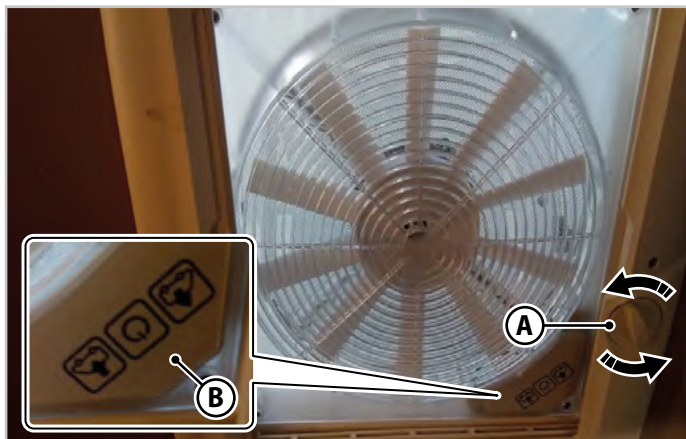

Fig.6.5 - Claraboia com volante de abertura
Ao rodar o volante de abertura (A - Fig.6.5) nos dois sentidos de rotação, a claraboia é levantada (para abrir) ou baixada (para fechar). A abertura da claraboia pode ser ajustada para qualquer posição intermédia.
Para utilizar a função de ventilação e aspiração, abrir a claraboia com o volante (A - Fig.6.5) e selecionar a função de ventilação com entrada de ar (IN) ou aspiração (OUT) utilizando o teclado (B - Fig.6.5).